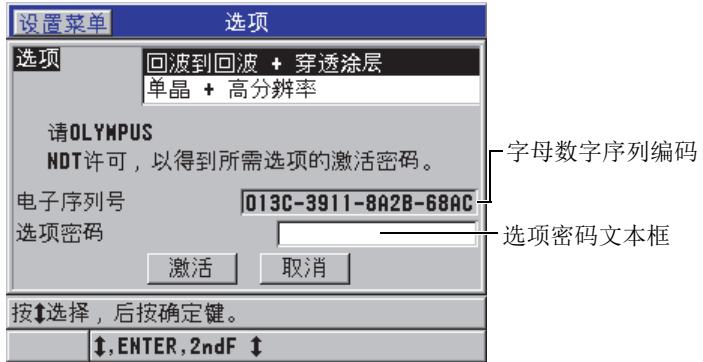

图 6-1 选项屏幕
2. 在**特殊菜单**中 (参见第 45 页的图 4-2), 选择**选项** (参见第 67 页的图 6-1), 然后记录下出现在**电子序列号**栏中的 16 位字母数字序列编码。
4. 在**选项**屏幕中（参见第 67 页的图 6-1）：